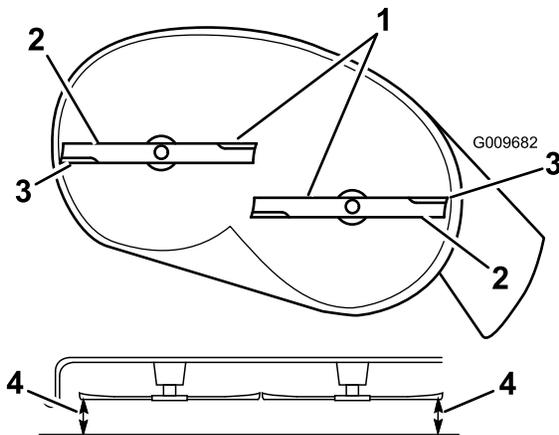
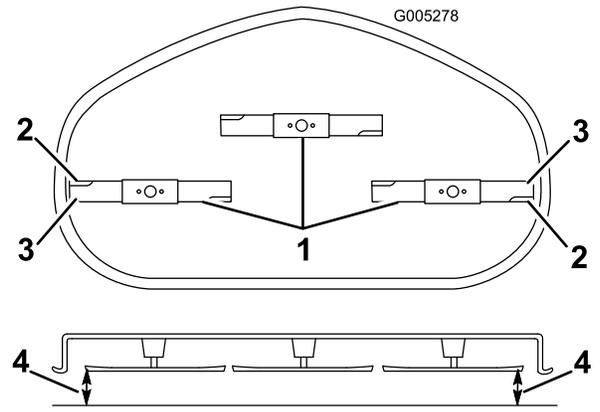

図 51
図 52
- 注意深くブレードを回転させて、全部のブレードが左右方向を向くようにする 図 51 と 図 52。
- 外側の刃先と平らな床面との距離を測定する 図 51 と 図 52。